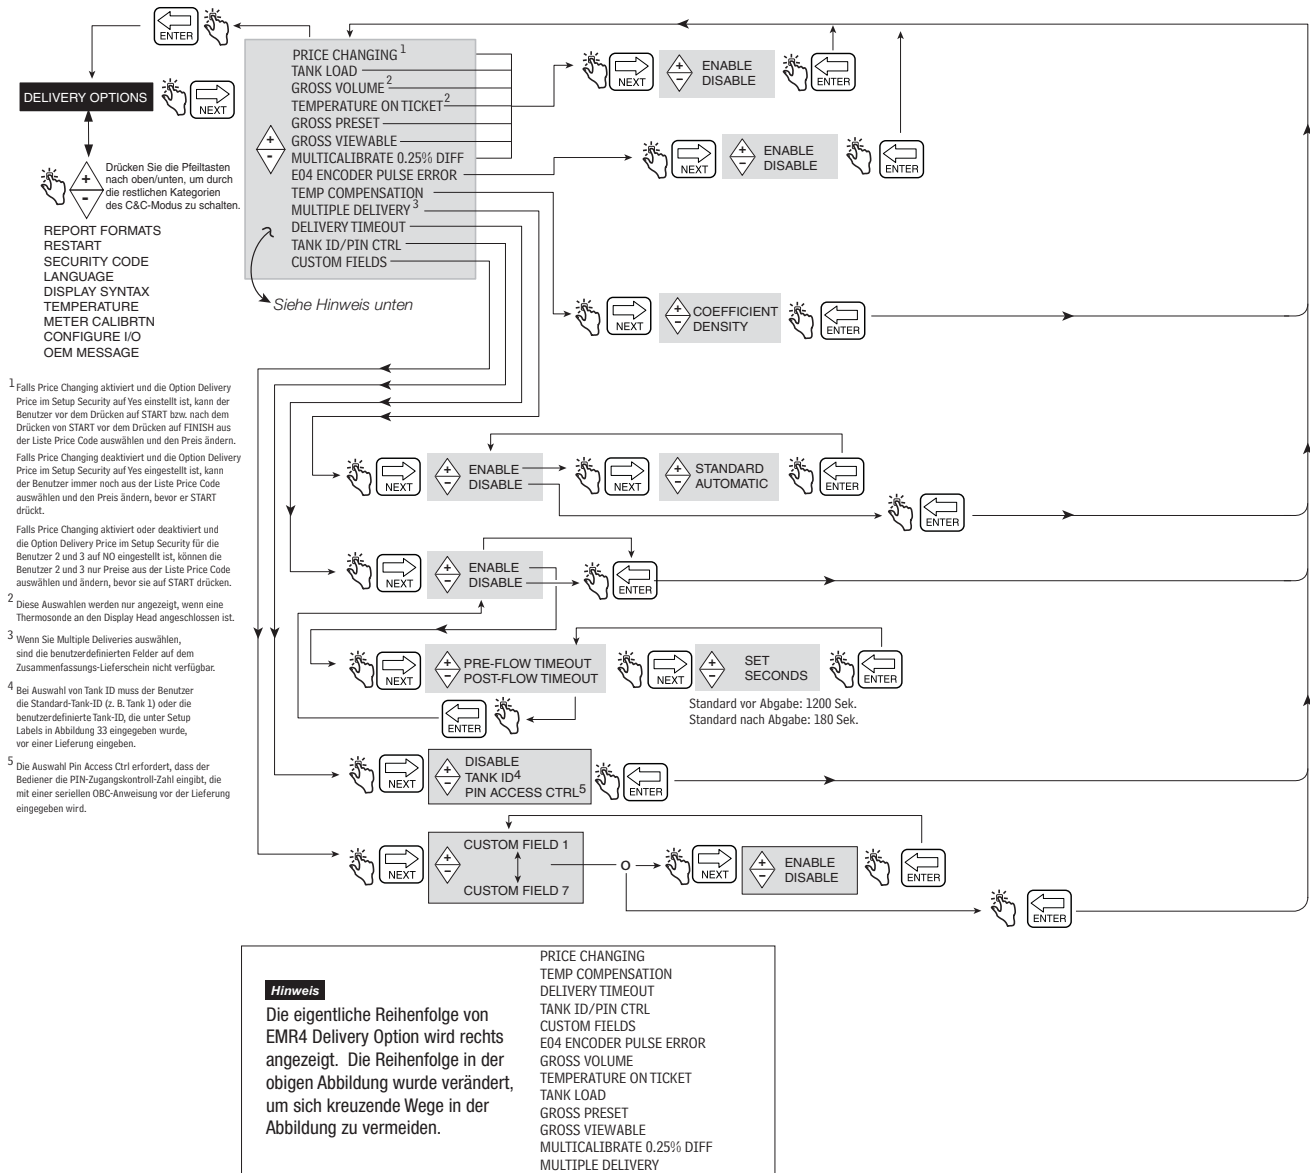

Abbildung 47. Lieferungsoptionen
3. Um die Dichte für ein bestimmtes Produkt zu ändern, muss das EMR4 auf Dichte-Modus gestellt sein und Temperatur-Kompensation muss aktiviert werden, wie in Abbildung 47, Delivery Options, beschrieben.
Abbildung 47 zeigt das Setup Delivery Options im C&C-Modus. Mit dieser Option können Sie das Ändern des Preises während einer Lieferung aktivieren oder deaktivieren, je nach Ihren gesetzlichen Richtlinien. In diesem Setup wählen Sie auch den Koeffizienten (der Expansion) oder die Dichte als Temperaturkompensationsmethode für Lieferungen, aktivieren Sie einen Lieferungs-Timeout, die Tank-ID, benutzerdefinierte Felder, den Tankfüllstand und den E04-Encoder-Fehler (Brutto-Volumen und Temperatur sind auf den Feldern des Lieferscheins auch sichtbar, wenn die Thermosonde an den EMR-Kopf angeschlossen ist). Außerdem können Sie Gross Preset, Gross Viewable, Multicalibrate 0.25% Diff und Multiple Delivery aktivieren/deaktivieren.
Diese Timeouts können mit der Funktion Delivery Timeout aktiviert oder deaktiviert werden (siehe Abbildung 47).